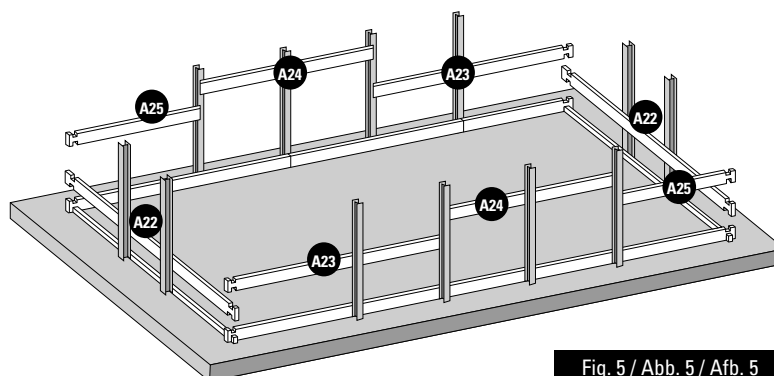

Fig. 5 / Abb. 5 / Afb. 5
**EN** **2nd LAYER OF BOARDS:** • Install the second layer of boards as shown in figure 5. • There is a wooden wedge in the structure packet to correctly assemble the boards. • Never directly hit against the boards. You would damage the pegs and would weaken the structure. Do not hit them with anything metallic. This would inevitably damage the wood. • Try to correctly assemble the boards right from the start. There should not be any space between each layer of boards to avoid maladjustment of the higher boards.
**FR** **2ÈME RANGÉE DE MADRIERS :** • Positionnez les madriers de la deuxième rangée conformément à la figure 5. • De manière à emboîter correctement les madriers, une cale en bois est à votre disposition dans le colis de structure. • Ne pas taper directement sur les madriers. Cela abîmerait les languettes et nuirait à la solidité de la structure. • Ne pas frapper avec une pièce métallique. Cela détériorerait le madrier irrémédiablement. • Veillez à emboîter bien à fond les madriers dès le départ. Il ne doit pas y avoir d'espace entre chaque rangée pour éviter un décalage au niveau des madriers supérieurs.
**DE** **2. BRETTERREIHE:** • Platzieren Sie die Bretter der zweiten Reihe laut Abb. 5. • Um die Bretter richtig anbringen zu können, finden Sie einen Holzkeil im Paket des Tragwerks. • Nicht direkt auf die Bretter klopfen. Das würde die Zapfen und die Festigkeit des Tragwerks beschädigen. • Nicht mit einem Metallteil darauf klopfen. Es würde das Holz unabänderlich beschädigen. • Versuchen Sie, die Bretter von Anfang an tiefgehend ineinander zu fügen. Zwischen den Reihen darf kein Platz sein, um eine Fehlanpassung der oberen Bretter zu vermeiden.
**NL** **2ª RIJ PLANKEN:** • Plaats de planken van de tweede rij zoals aangegeven op afbeelding 5. • Om de planken correct te assembleren, zit er een houten wig in het pakket van het frame. • Sla niet direct op de planken. Daardoor gaan het profiel kapot en wordt de stevigheid van het frame ondermijnd. • Sla er niet direct op met metaal. Hierdoor raakt het hout onherstelbaar beschadigd. • Zorg ervoor dat de planken vanaf het begin stevig op elkaar aansluiten. Er mag geen ruimte tussen de rijen overblijven, om te voorkomen dat de bovenste houtdelen onregelmatig uitkomen.